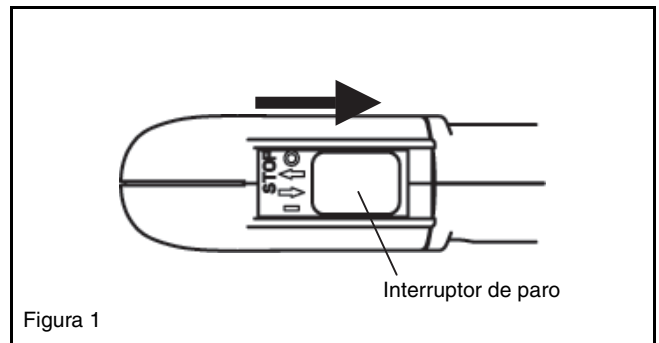

Figura 1
- (1) Coloque la máquina sobre una superficie plana.
- (2) Coloque el interruptor de paro en la posición "I" (Figura 1).